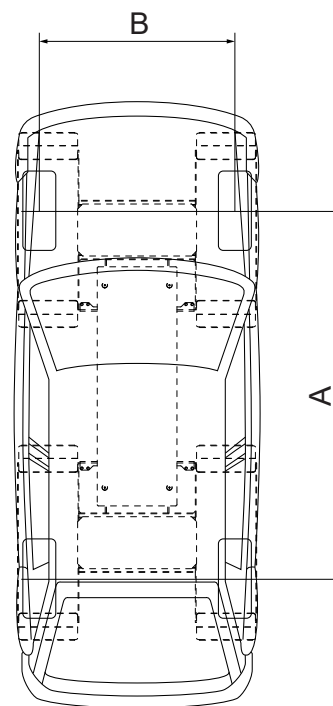

Fig. 2
- Distanza minima dei punti di sollevamento (A): 2500 mm (Fig. 2).
- Carreggiata minima (B): 1500 mm (Fig. 2).